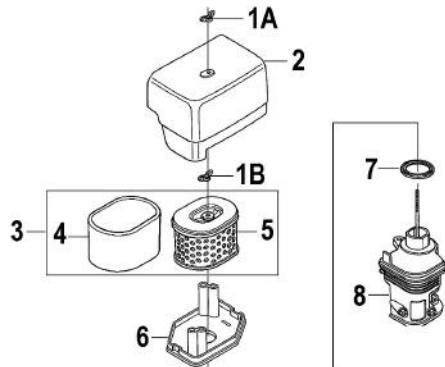

Рис. 26 Обслуживание воздушного фильтра
1. Открутите барашковую гайку 1A и снимите крышку 2 воздушного фильтра (Рис. 26).
2. Открутите барашковую гайку 1B и извлеките из корпуса воздушный фильтр 3 в сборе (Рис. 26).
3. Проверьте целостность и чистоту фильтрующих элементов. Поролоновый (предварительный) фильтрующий элемент 4 установлен на корпусе бумажного фильтрующего элемента 5 (Рис. 26).
4. При незначительном загрязнении промойте поролоновый фильтрующий элемент 4 (Рис. 26) теплым мыльным раствором и просушите. Поврежденный или сильно загрязненный поролоновый фильтрующий элемент замените.
5. Произведите очистку корпуса 8, опоры крышки 6 и крышки 2 воздушного фильтра, не допуская попадания пыли и грязи в воздуховод, ведущий к карбюратору (Рис. 26).
7. Перед установкой воздушного фильтра убедитесь, что уплотнительное кольцо 7 воздушного фильтра находится на месте и не имеет повреждений (Рис. 26).